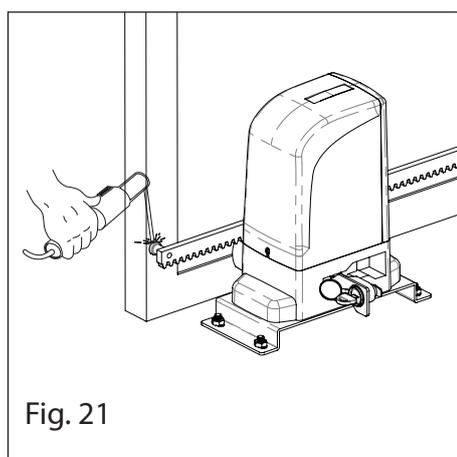

Fig. 21
- d) Fijar la cremallera en el portón. (Fig. 21). Para garantizar una fijación correcta, puede ir movilizándolo poco a poco y fijando los espaciadores al portón siempre cerca del piñón.